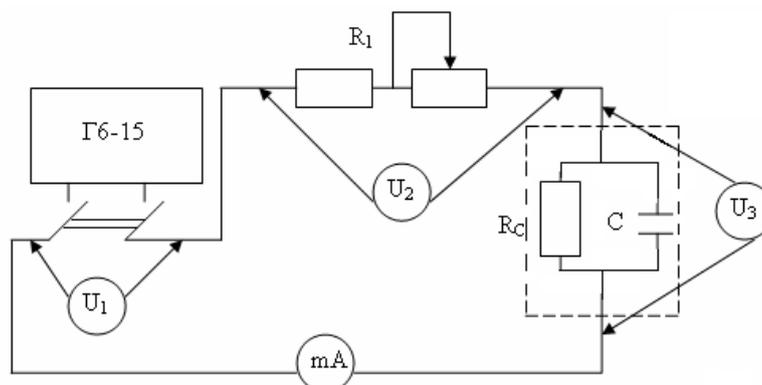

Рис. 8
3. Собрать электрическую цепь (рис.8), состоящую из двух последовательно соединенных приемников: резистора  $R$  и пассивного двухполюсника с параметрами  $(R_C, C)$ . Для такой схемы записать в таблицу 3 показание приборов. Определить параметры приемника по известным трем напряжениям  $U_G, U_R$  и  $U_C$ , так называемым *методом трех вольтметров*.
4. Для той же цепи (рис.8) для определения параметров конденсатора  $(R_C, C)$  на основании измерений, выполненных вольтметром и миллиамперметром при фиксированных частотах генератора. Записать показания приборов в таблицу 4. Определить параметры приемника так называемым *методом двух частот*.